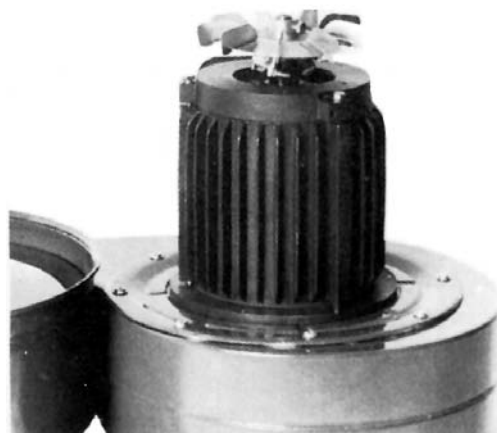

FIGURE 3
2. Placez la base sur ces roues. Placez l'assemblé du moteur et du boîtier sur le plancher avec la tige du moteur vers le haut (Fig.3). Glissez le ventilateur sur la tige du moteur jusqu'à ce que le ventilateur soit au même niveau que le bout de la tige et serrez le boulon hex.